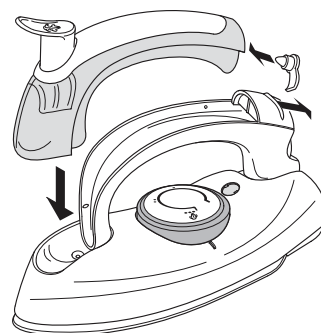

Figure 3: Retirer le réservoir d'eau
2. D'une main, vous glissez en arrière le blocage du réservoir d'eau, de l'autre, vous retirez avec précaution le réservoir d'eau du fer à repasser (voir la figure 3).